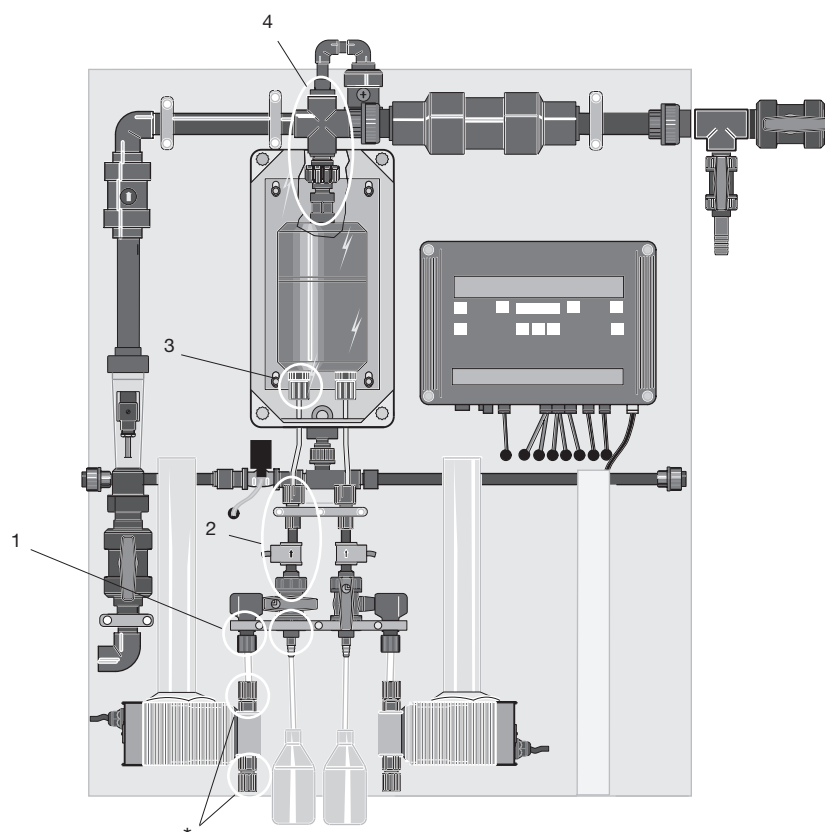

Fig. 13
- les joints de l'ensemble de la ligne de dosage (depuis les soupapes d'aspiration des pompes doseuses jusqu'à la canne d'injection de l'installation – voir la fig. 13 et 14)